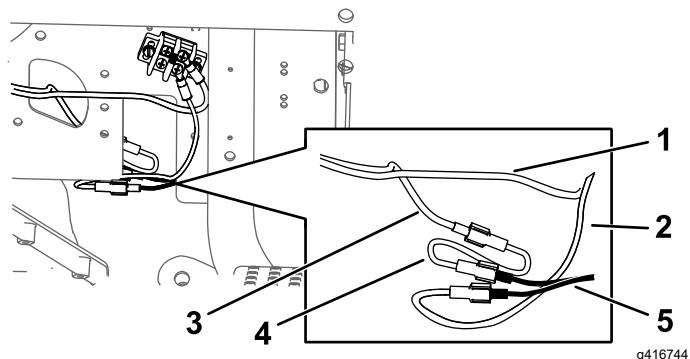

Figura 15
- A. Conecte el arnés del adaptador de alimentación al arnés de cables (Figura 15).